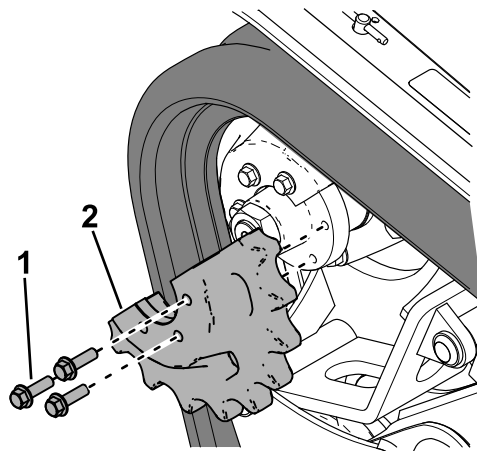

図 62
19. 取り外された駆動スプロケットハーフの固定ボルトのねじ山にロックングコンパウンドを塗ってスプロケットハーフを取り付ける 図 62。ボルトを 95-115 N·m 9.7-11.7 kg·m = 70-85 ft·lb にトルク締めする。